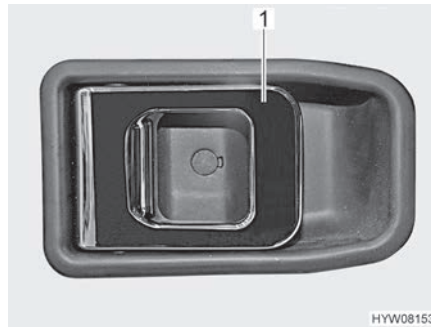

Fig. 33 Serratura della porta (porta conducente, lato interno)
- Apertura:* ■ Tirare la maniglia (Fig. 33,1). La serratura della porta si sblocca o apre.
- Bloccaggio:* ■ Premere la maniglia (Fig. 33,1). La serratura della porta si blocca.